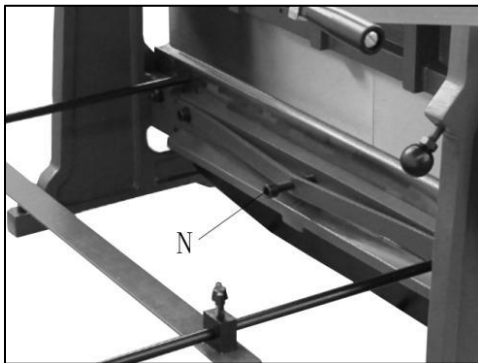

Abbildung 9
14. Wenn die Schere das Papier an den Enden, aber nicht in der Mitte schneidet, drehen Sie die Schraube (N, Abbildung 9) leicht im Uhrzeigersinn, bis das Papier am de Reifenlänge.